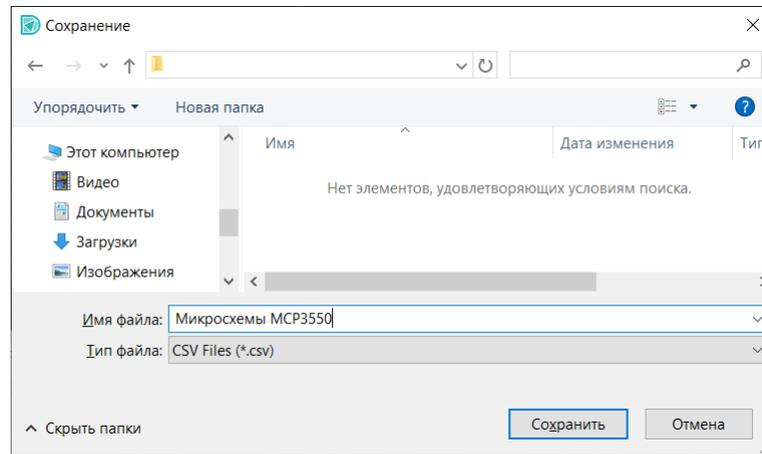

Рис. 335 Указание имени и места сохранения экспортируемого файла с данными радиодеталей
2. Укажите в окне проводника место сохранения и имя файла, см. Рис. 335.